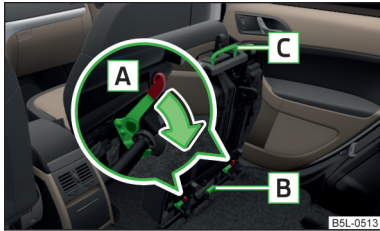

Fig. 52
- > Deblocați scaunul rabatat spre înainte prin apăsarea elementelor de blocare **A** în sensul săgeții » fig. 52.
- > Rabatați scaunul lateral spre înainte » pagina 71 și deblocați-l » fig. 52 la pagina 72.